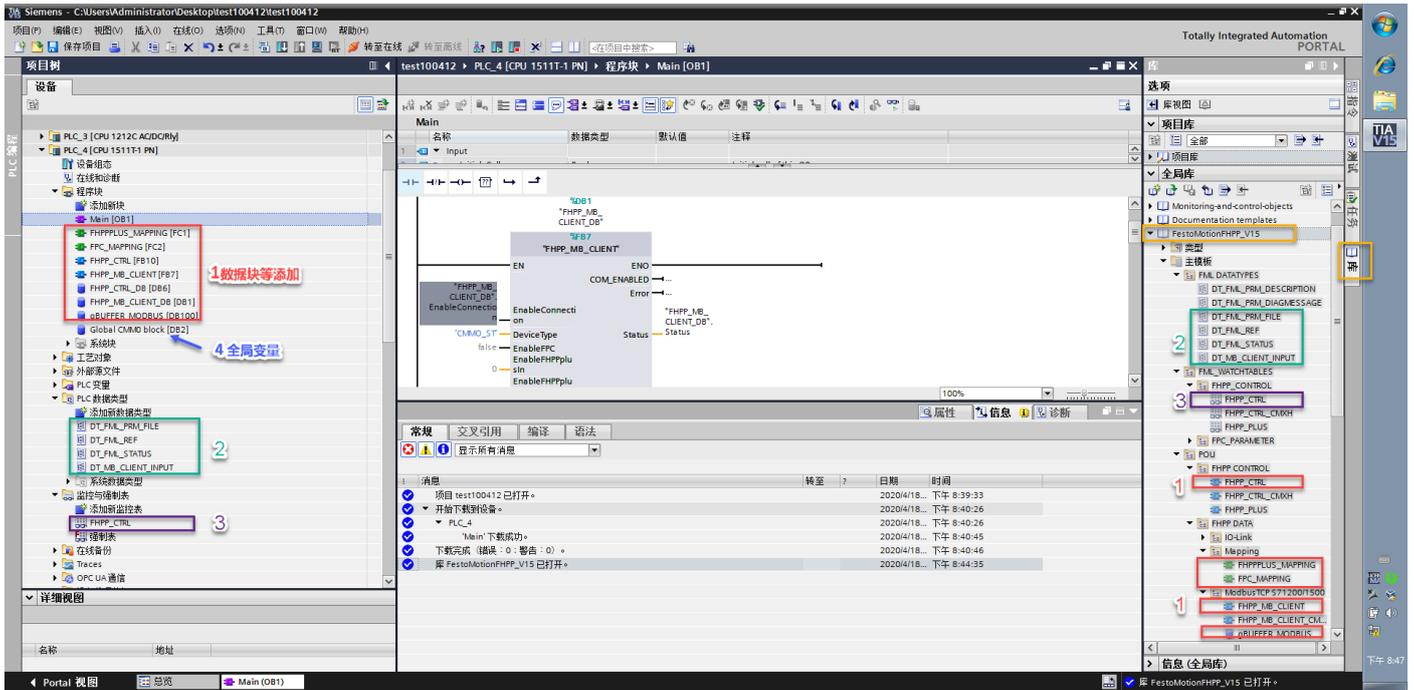
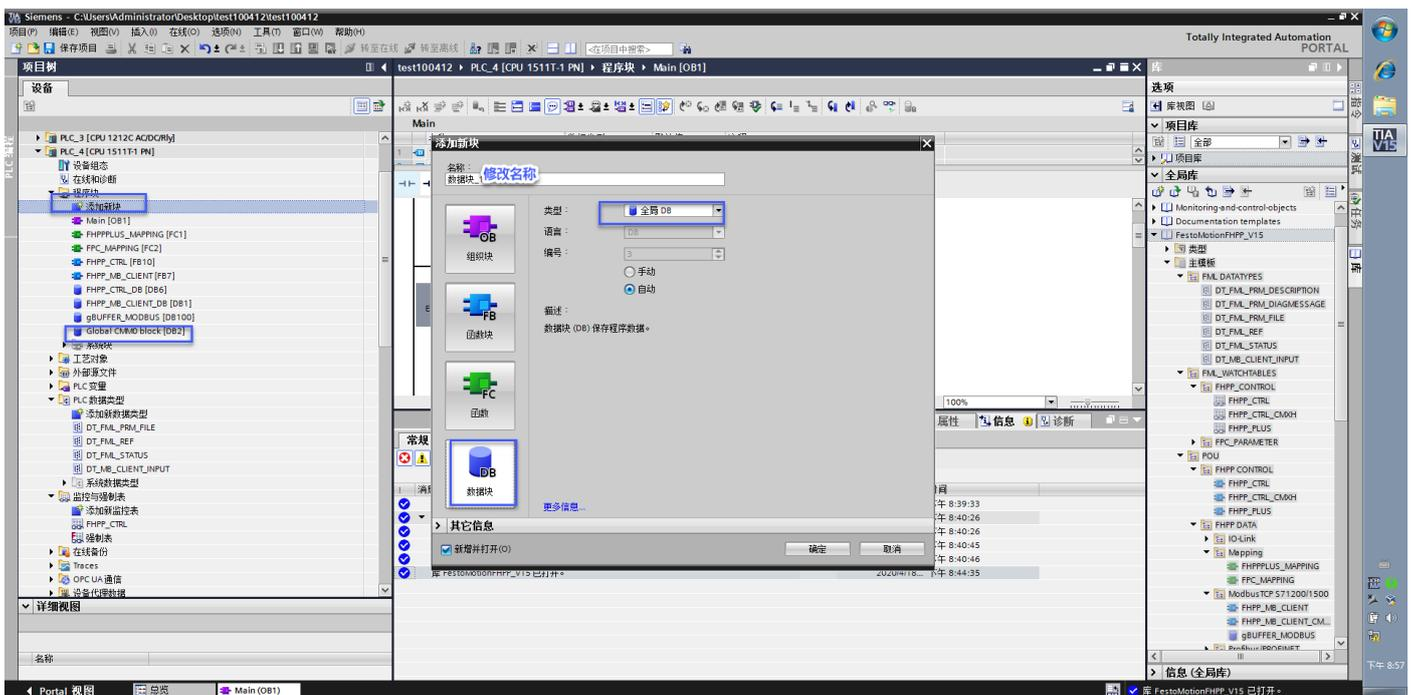

图 5.3 添加 DB 块、数据类型等
图 5.4 新建全局 DB
2) 将图 5.3 中标号 1,2,3 所框选的块/数据类型, 依次拖到左边工作区间中, 并参照图 5.4 建立一个类型为 DT FML_REF 的全局 DB, 编译。